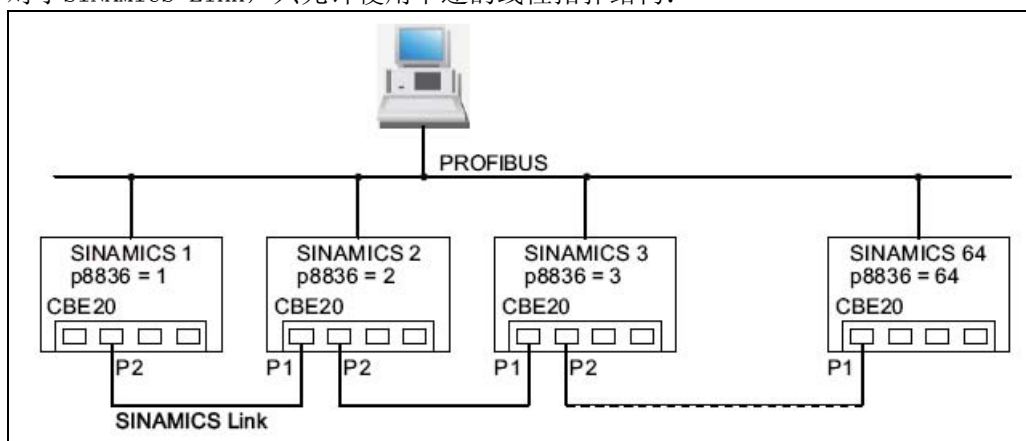

图 1. 最大的拓扑连接
- 对于CBE20 连接，端口的使用必须按照图1所示。这意味着n节点的 Port 2 (P2) 总是与n+1节点的Port 1 (P1)相连接。